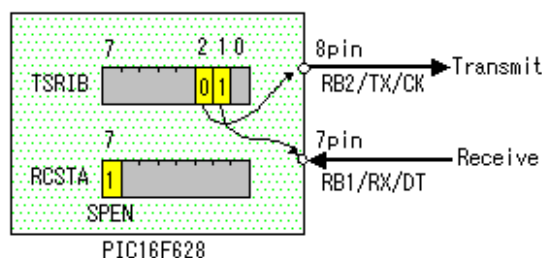

Figura 1.72: Patillas asociadas al USART en el Pic16f628
Para poder usar las patillas de TX y RX, figura 1.72, es necesario señalar como entrada (1) RB1 y como salida (0) RB2 en el registro TRISB.